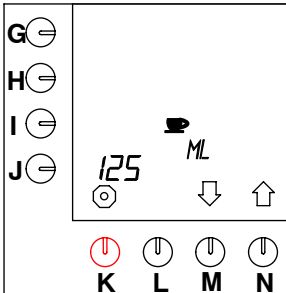

Fig. 24 Contenuto di una tazza
- Premere il tasto di selezione (N.)  $\uparrow$  fino a che sullo schermo viene visualizzato quanto illustrato nella fig. 24 ).